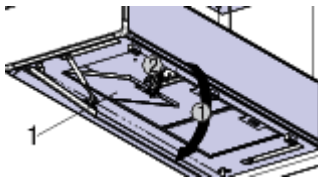

Fig. 33: Abra los filtros metálicos de aceite
Abra el aspirador lateral (Fig. 33/1).
3. Abra el bloqueo del filtro de aceite metálico(Fig. 33/2) y asegúrese de que no se caiga.
4. Incline el filtro de aceite metálico hacia adelante y levántelo(Fig. 33/3).